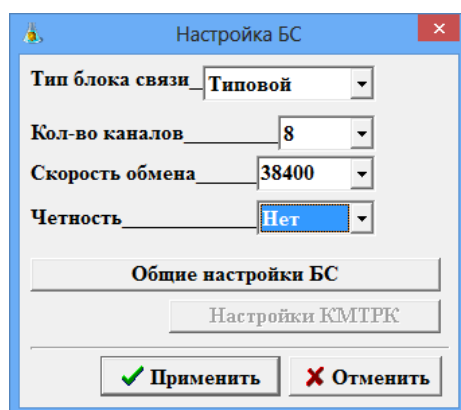

Рис. 50
Примечание. Заданные в программе конфигурации СОМ -порты БС, к которым подключены ТРК должны совпадать с заданными СОМ -порты БС, к которым подключены ТРК в окне «Настройка ТРК S&B» (рис.50а).
- в окне «Настройка БС» выберите тип блока связи «Типовой», если ТРК будут подключаться к БС, или выберите «Отсутствует» рис.50, если ТРК подключаются к концентратору.